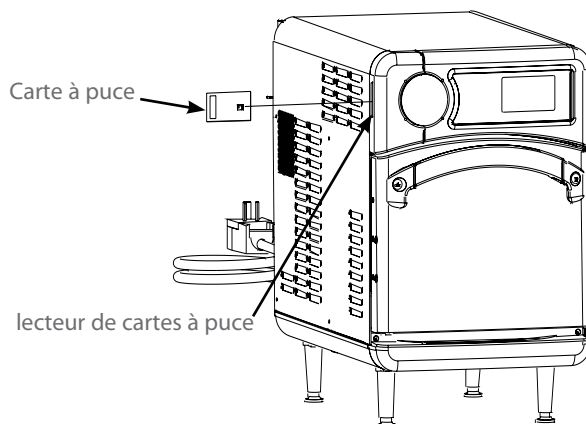

Figure 17 : Insertion de la carte à puce
3. Insérez la carte à puce (figure 17).
1. Insérez la carte à puce numéro 1 (figure 17).